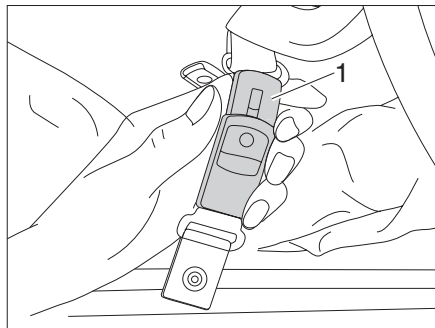

Fig. 44 Cerrar el cinturón de retención
- ▶ Cerrar el cinturón de retención (Fig. 44,1).